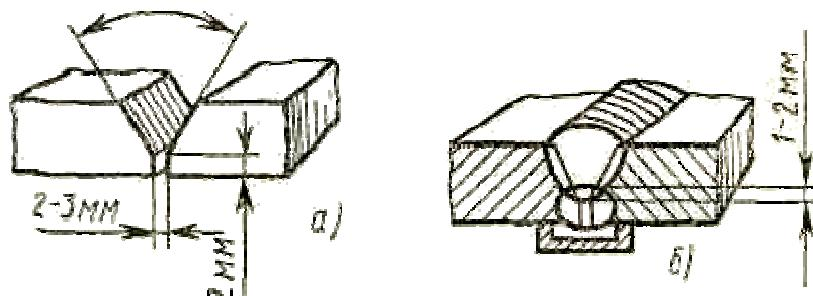

Рис. 4
4. Заполнить разделку вторым валиком, переплавив первый на глубину 1-2 мм (рис. 4,6).